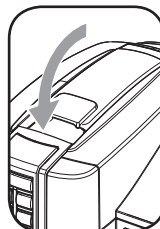

Fig.3
- 10- Abbassare la leva per chiudere il vano capsule (Fig.3).